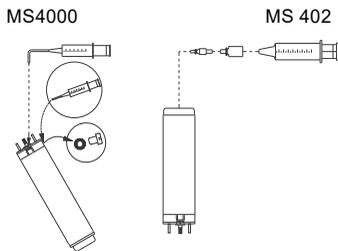

Рис. 3 Положение электродвигателя при заполнении – MS 4000 и MS 402
1. Установите погружной электродвигатель как показано на рис. 3. Резьбовая пробка должна находиться в наивысшей точке электродвигателя.
3. С помощью специального шприца (рис. 3) заливайте в электродвигатель жидкость, пока она не начнёт переливаться через заливочное отверстие.